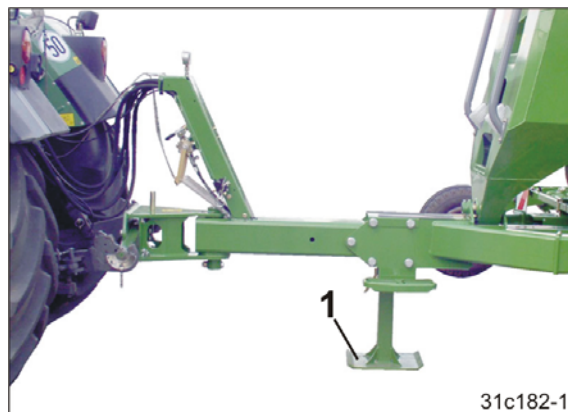

Рис. 159
2. Опустите агрегат на опору (Рис. 159/1).